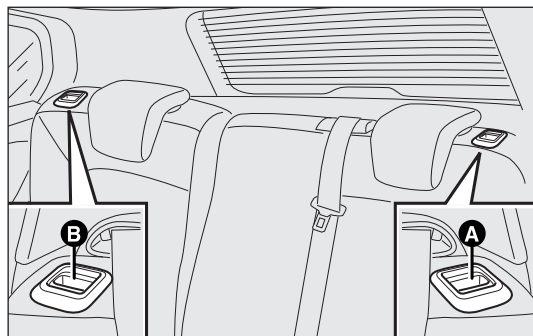

fig. 93
- ☐ actionner les poignées A ou B-fig. 93 pour déverrouiller respectivement la partie gauche ou droite du dossier et accompagner le dossier sur le coussin.